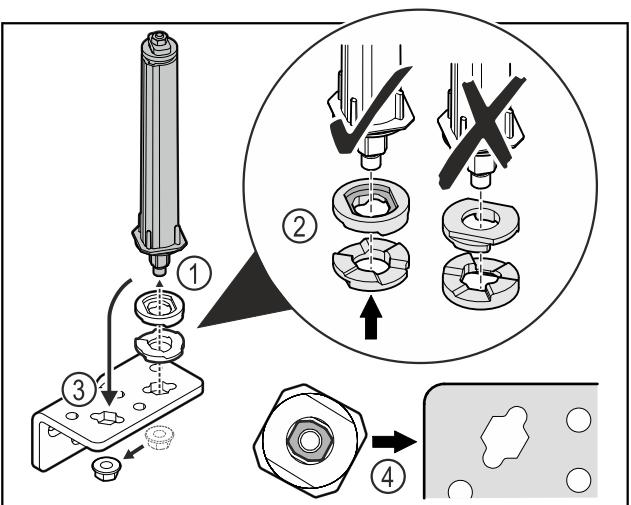

Fig. 52
- ▶ 松开螺母, 并移除关门系统 Fig. 52 (1)。
- ▶ 确保高度调整垫片正确对齐 Fig. 52 (2)。
- ▶ 调换合页角铁中的关门系统并用螺母固定 Fig. 52 (3)。
- ▶ 装入时, 确保关门系统正确对齐 Fig. 52 (4)。